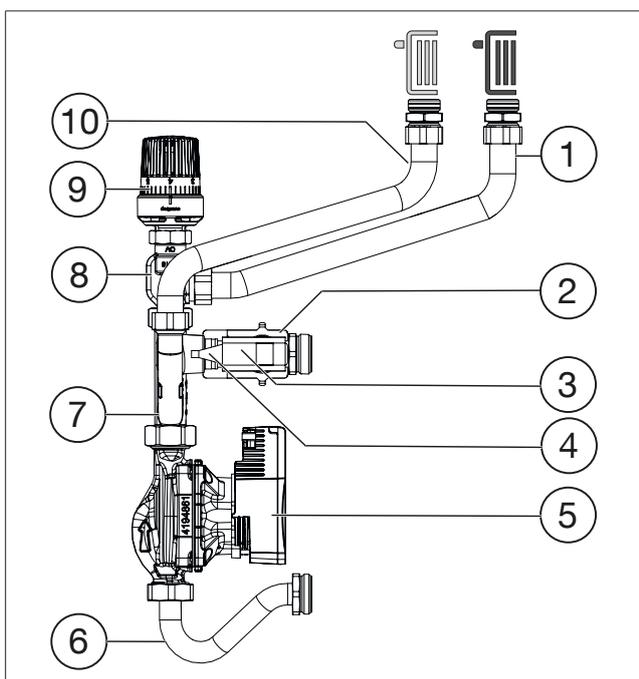
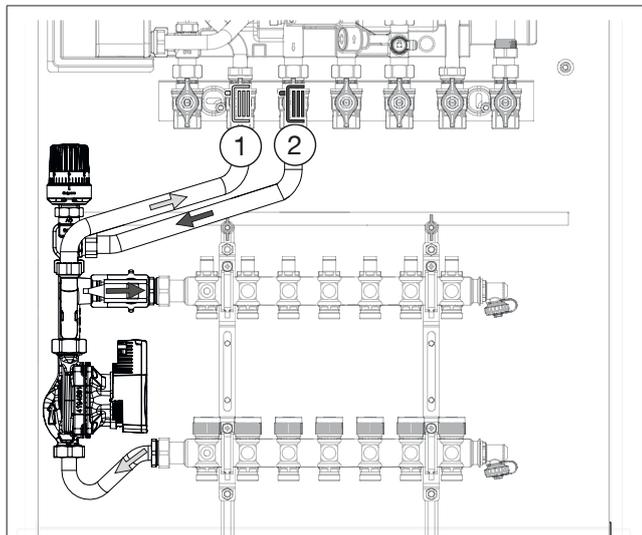

Fig. 2: Structura modulului de reglare a temperaturii de tur
Fig. 4: Circulația apei de încălzire în modulul de reglare a temperaturii de tur
Temperatura dorită de pe țeava de tur se reglează cu ajutorul regulatorului de temperatură (vezi fig. 2 de la pagina 7 (9)). Dacă senzorul de contact (vezi fig. 2 de la pagina 7 (4)) detectează o temperatură prea scăzută a apei de încălzire, regulatorul de temperatură începe să deschidă ventilul (vezi fig. 2 de la pagina 7 (8)). Apa caldă curge din țeava de tur a modulului termic „Regudis W-HTE“ în modulul de reglare a temperaturii de tur și este amestecată acolo cu apa de încălzire existentă. La atingerea temperaturii de tur setate, regulatorul de temperatură începe să închidă ventilul. Pompa de înaltă eficiență (vezi fig. 2 de la pagina 7 (5)) asigură circulația apei de încălzire de la modulul de reglare a temperaturii de tur către fiecare circuit de încălzire al distribuitorului pentru încălzirea prin pardoseală (vezi fig. 4 de la pag. 8).
1. Racordați modulul de reglare a temperaturii de tur la distribuitorul pentru încălzirea în pardoseală (fig. 4 de la pagina 8). Atenție la racordarea corectă a turului și returului!
2. După montarea modulului de reglare a temperaturii de tur, strângeți bine piulița olandeză (cuplu de 50 Nm). (Piulița olandeză a țevii din inox (vezi fig. 2 de la pag. 7 (6)) de pe latura de aspirație a pompei este strânsă doar manual.)
3. Deșurubați capacul de protecție și înșurubați regulatorul de temperatură pe ventil (vezi fig. 2 de la pag. 7).
7. Racordați turul și returul modulului de reglare a temperaturii de tur la modulul termic „Regudis W-HTE“ (vezi fig. 4 de la pag. 8) cu ajutorul țevilor flexibile din inox. Pentru aceasta, folosiți garniturile plate incluse (vezi fig. 1 de la pag. 5).